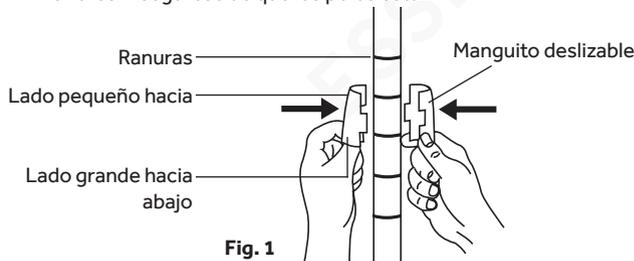

Fig. 1
3. Sujete el manguito al poste en la posición requerida [Fig. 1].